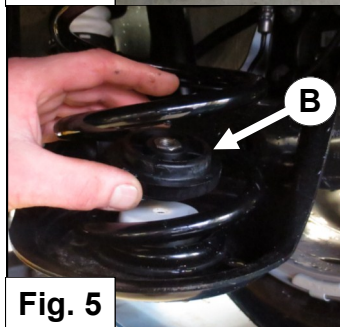

Fig. 5
8. Place spring seat B in the support arm. Tighten it with supplied hardware. See Figure 5 & 6.
8. Legen Sie Federteller B im Träger. Befestigen Sie es mit eingeschlossen Befestigungsmaterial. Siehe Abb. 5 & 6.
8. Placez la coupelle inférieure B arrière dans le bras du suspension. Fixer avec le matériel de montage inclus. Voir figure 5 & 6.
8. Coloque la resorte de placa B detrás en el brazo de soporte. Asugure con el hardware de montaje incluido. Véase Fig. 5 & 6.